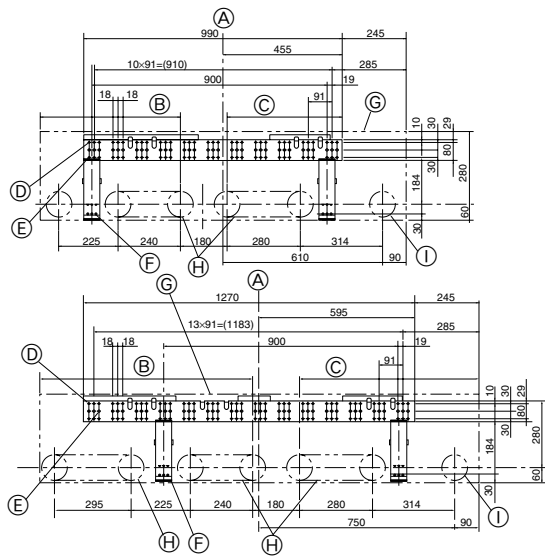

Fig. 3-2
3.2. Εγκατάσταση του εξαρτήματος της βάσης στήριξης (Fig. 3-2)